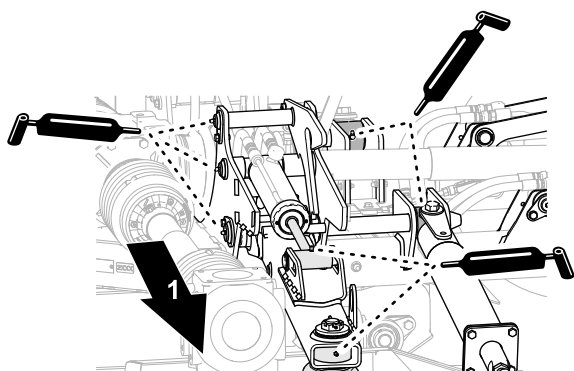

Рисунок 52
- Введите консистентную смазку указанного типа в подъемные рычаги, гидравлические цилиндры и противоударные подпорки на левой и правой деках газонокосилки (Рисунок 52).